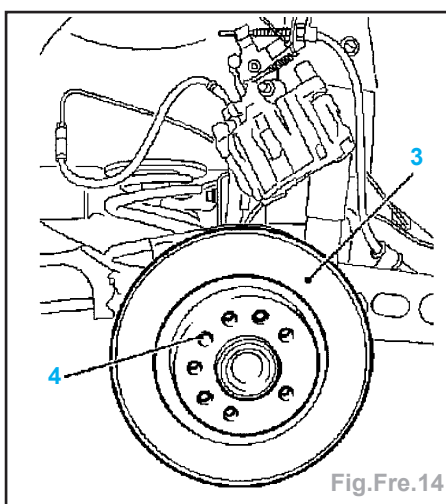

Fig.Fre.14
- Démontez le disque de frein (3) du moyeu de roue (vis (4)) (Fig.Fre.14).